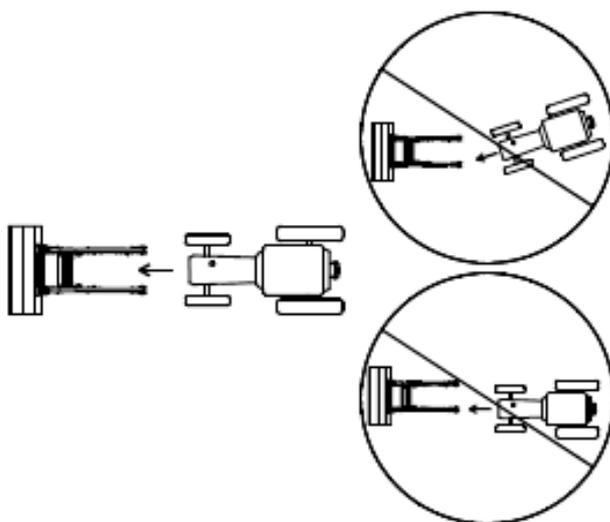

Рисунок 3 - Монтаж погрузчика на трактор
1) Подведите трактор к погрузчику таким образом, чтобы он располагался между стойками погрузчика и параллельно им (рисунок 3). Медленно подайте трактор вперед, чтобы рукава высокого давления погрузчика можно было подсоединить к гидросистеме трактора. Заглушите трактор и включите парковочный тормоз. Подсоедините РВД погрузчика к маркированным цветам разъемам на тракторе. При правильном присоединении движение рычагов вперед опускает погрузчик или разгружает навесное оборудование и наоборот.